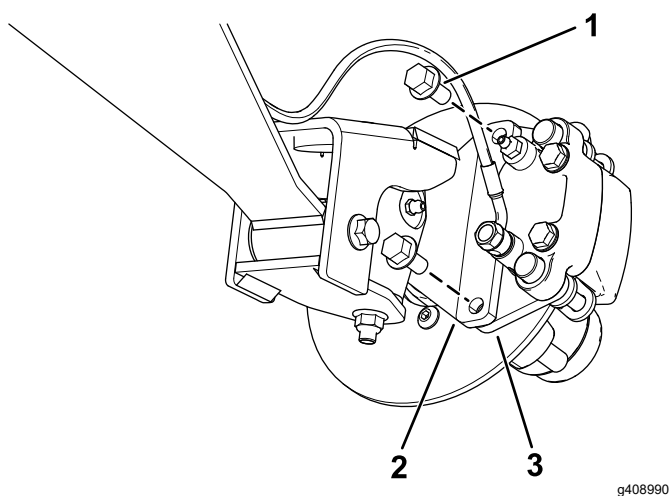
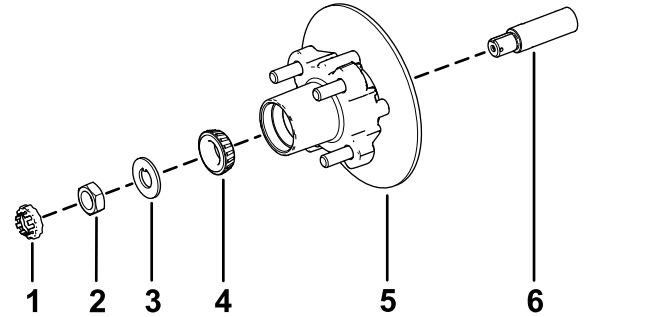

Figura 21
Figura 25
3. Retire los pernos con arandela prensada ($\frac{3}{8}$ " x $\frac{3}{4}$ ") que sujetan el soporte del conjunto de freno al eje y separe el freno del eje (Figura 21).
1. Aplique una ligera capa de grasa del tipo especificado en el eje (Figura 25).
2. Monte el cubo y el rotor en el eje con el rotor hacia dentro (Figura 25).
3. Monte el cojinete exterior en el eje y acople el cojinete al anillo de rodadura exterior (Figura 25).
4. Monte la arandela con pestaña en el eje (Figura 25).
5. Enrosque la tuerca en el eje y apriete la tuerca a 15 N·m, girando el cubo para asentar el cojinete (Figura 25).
2. Alinee las pastillas de freno en cada lado del rotor (Figura 21) y los taladros del soporte de la pinza con los taladros de montaje del freno de la mangueta (Figura 25).
3. Sujete el soporte de la pinza a la mangueta (Figura 21) usando los 2 pernos con arandela prensada ($\frac{3}{8}$ " x $\frac{3}{4}$ ").